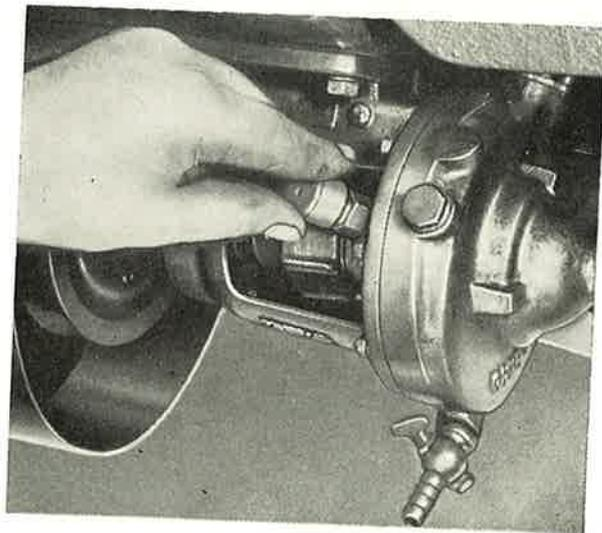

Abb. 49
h) Mit Hilfe der Staufferbüchse die Lager der Wasserpumpe mit Fett T-A4 (Abb. 49) schmieren, bei elektrisch angelassenen Motoren das Anlasserritzel des Zahnkranzes der Schwungscheibe mit Fett T-N1, die Kontakte der Batterie nach dem Anschließen mit Fett T-K3 und die Lichtmaschinenlager mit Fett T-AV2 schmieren. Bei Verwendung eines Autokühlers den Lüfter mit Fett T-N2 schmieren.